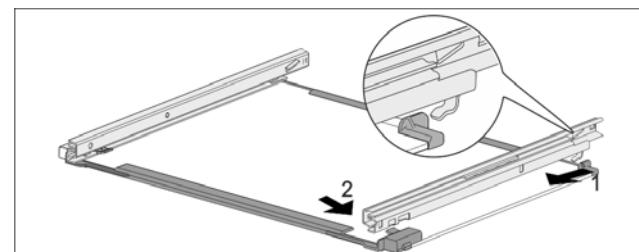

Fig. 158 Стеклянная пластина с направляющими
- ▶ Зацепите направляющую сзади. Fig. 158 (1)
- ▶ Зашелкните направляющую спереди. Fig. 158 (2)